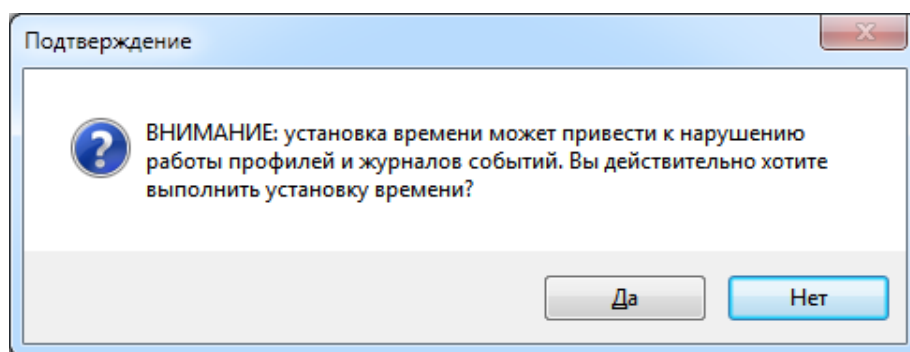

Рисунок 9.36 – Предупреждение при установке времени
- выбрать в меню *Сервис* программы КОНФИГУРАТОР пункт *Установить время* и нажать кнопку *Да* в появившемся сообщении (рисунок 9.36);